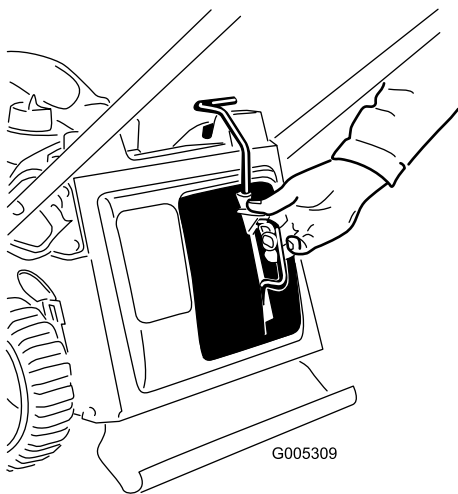
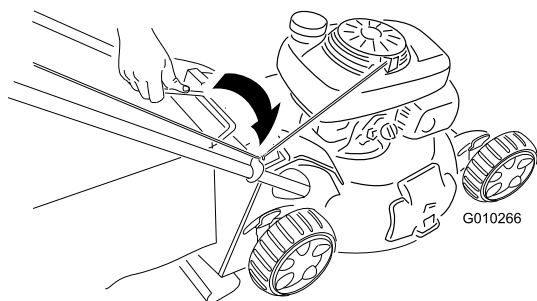

Figura 18
Figura 19
1. Instale el tapón de mulching (Figura 18) o la bolsa de recortes (Figura 19) en el cortacésped.